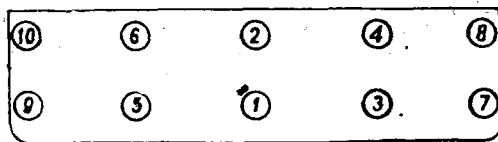

Рис. 9. Последовательность подтяжки гаек крепления головки цилиндров.
2. Подтяните гайки крепления головки цилиндров двигателя, соблюдая порядок, указанный на рис. 9. Эту операцию делайте специальным ключом, прилагаемым к автомобилю, без рывков и только на холодном двигателе. Запрещается удлинять ключ. Остерегайтесь перетяжки гаек, так как это может вызвать обрыв шпилек. Постановка